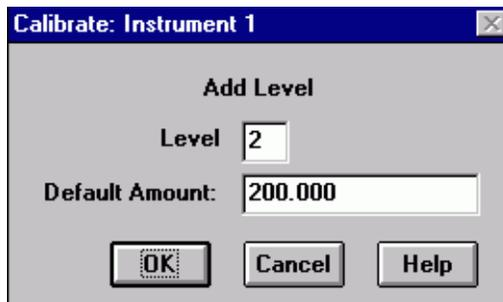

Abbildung 10 Das Dialogfeld Calibrate zum Hinzufügen einer neuen Stufe
- 2 Öffnen Sie das Dialogfeld **Calibrate** und fügen Sie eine neue Stufe hinzu (siehe Abbildung 10):
- 6 Öffnen Sie das Dialogfeld **Calibrate** und fügen Sie eine neue Stufe hinzu (siehe Abbildung 10):